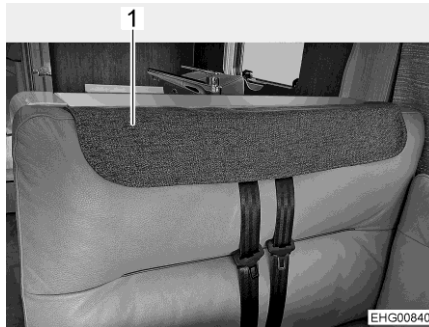

Bild 85 Sicherheitsgurtverkleidung angebracht
Wenn das Fahrzeug aufgestellt ist, können die Kopfstützen vom Rückenpolster der Sitzbank abgenommen werden, um ein bequemerer Sitzen zu ermöglichen. Die Öffnungen für die Kopfstützen und der Ausschnitt für die Sicherheitsgurte können dann mit einer Sicherheitsgurtverkleidung (Bild 85,1) abgedeckt werden.
- Sicherheitsgurtverkleidung über dem Ausschnitt für die Sicherheitsgurte anbringen (Bild 85).